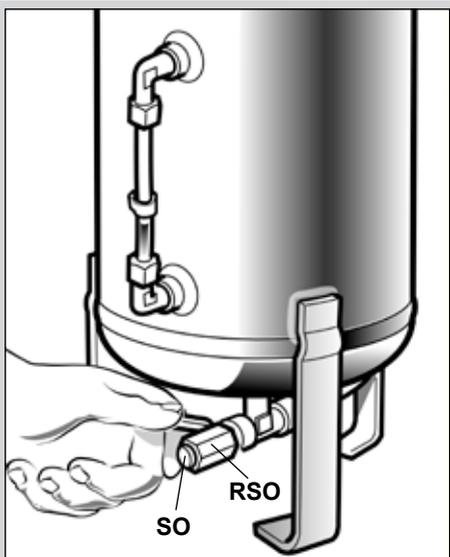

Fig. 29
- Отвинтив заглушку, подсоедините прозрачный сливной шланг к штуцеру дренажа SO, опустив противоположный конец шланга в подходящую по объему емкость (рис. 29)
- Приоткройте немного кран **RSO** (рис. 29)